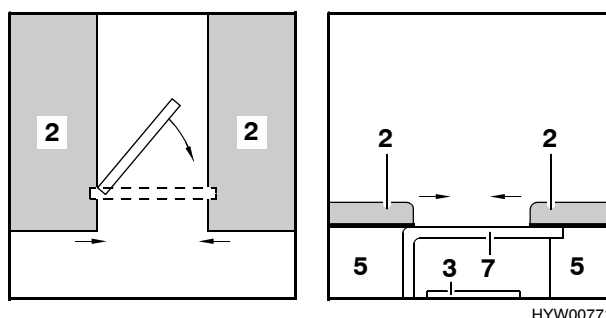

Fig. 44 Durante la trasformazione
- Disimpegnare il piede del letto (Fig. 44,7) ed ruotarlo di un quarto di giro.
- Fare attenzione che il piede del letto si trovi esattamente di fronte al cassone letto (Fig. 44,5).
- Sollevare leggermente i due cuscini del divano (Fig. 44,2) e tirarli verso il centro.